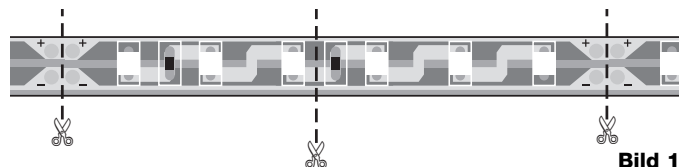

Bild 1
2. LED-Platine, falls erforderlich, kürzen (Bild 1).
LED-Platinen können jeweils nach **drei** LEDs (8,33 cm) getrennt werden (Bild 1).